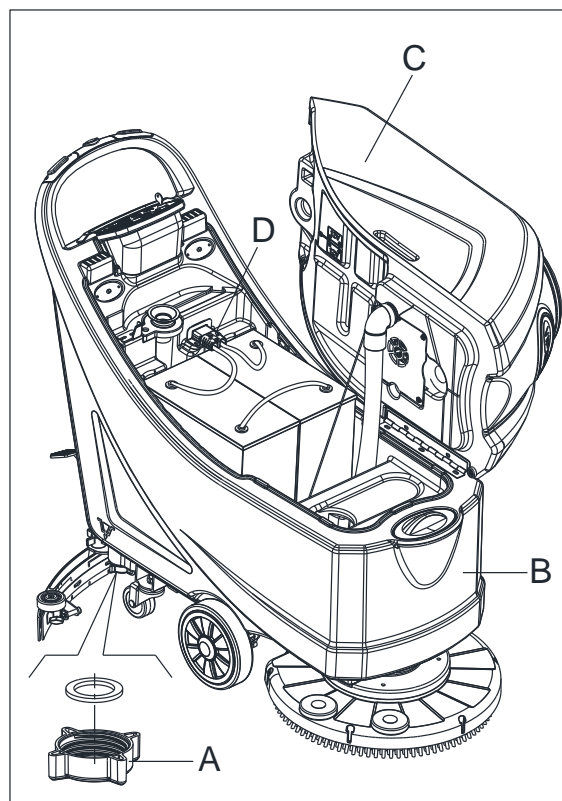

Figure 13
7. Vider le réservoir de solution avec le tuyau (A, Figure 13).
2. Vider les réservoirs (B et C, Figure 13), comme indiqué dans le paragraphe précédent.